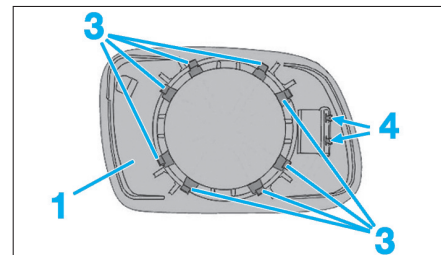

Fig. 103
- Passer l'outil [1] derrière la glace du rétroviseur extérieur (1) et déclipser les ergots de fixation (3) de la glace du rétroviseur extérieur (Fig.103).
- Dégager la glace du rétroviseur extérieur (3).
- Suivant équipement, débrancher les connexions électriques en (4).